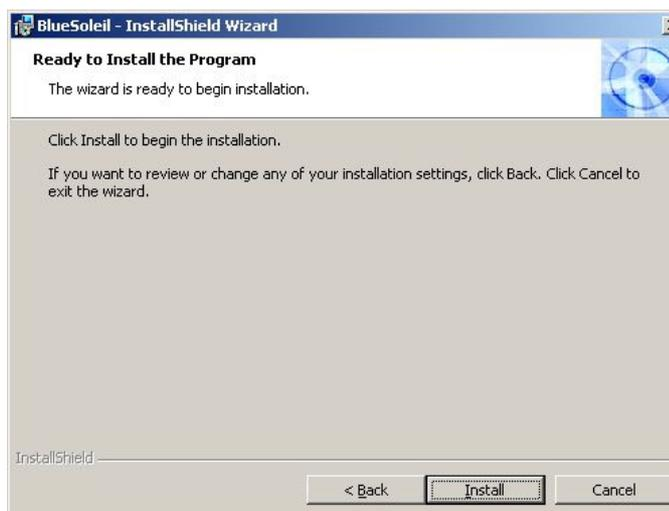

Abbildung 7-34: Bereit zur Installation
Schritt 8: Klicken Sie auf **Next**. Der Installshield Wizard ist bereit zur Installation des Programms (**Abbildung 7-34**).